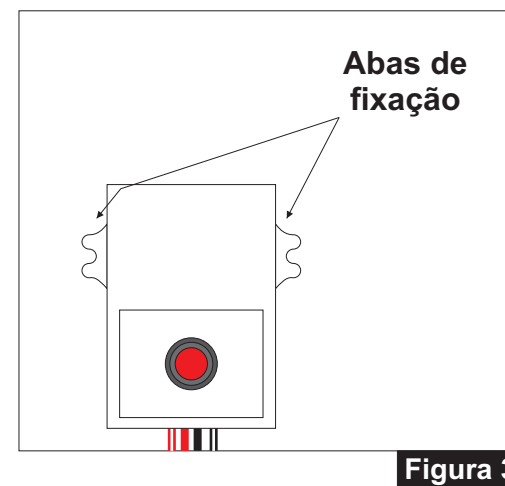

Figura 3
- Fixe a Unidade acionadora na superfície desejada (local abrigado, o equipamento não é à prova d'água) através de 2 parafusos (não fornecidos) utilizando as Abas de fixação (Figura 3).